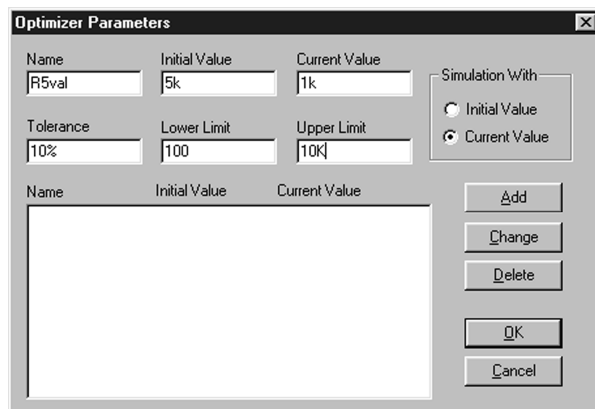

Рис. 5.3. Окно ввода параметра
4. Дважды щелкнув левой кнопкой мыши на рамке, перейдем в окно ввода параметра, приведенное на рис. 5.3.